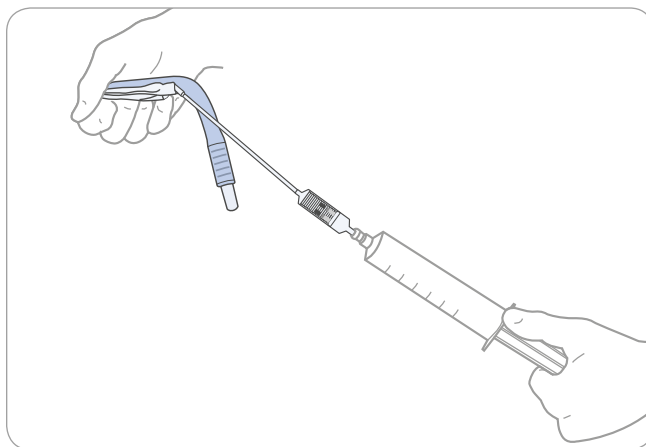

図 7. LMA® Gastro™ Cuff Pilot™ の脱気
1. 50 mL 以上のシリンジをインフレーションポートにしっかりと接続した後、**図 7** に示すようにシリンジと本装置を固定します。図示のとおり、接続したシリンジを本装置から遠ざける方向に、インフレーションラインをわずかに伸ばしつつ動かしてください。手袋をはめた手で、本装置の遠位端を人差し指と親指を使って圧縮し、真空になるまで空気を抜いてください。
2. **図 7** に示すように、脱気と同時に遠位端をわずかに前側に曲げて本装置を保持してください。